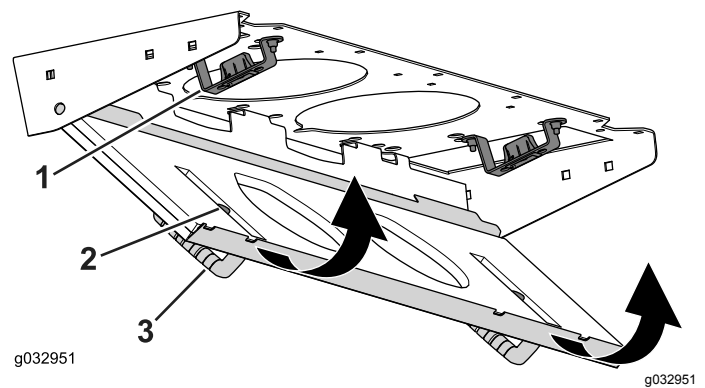

Bild 93
4. Drehen Sie das Filtersieb um die Nasen, bis der Riegel in der Riegelbefestigung einrastet (Bild 93).